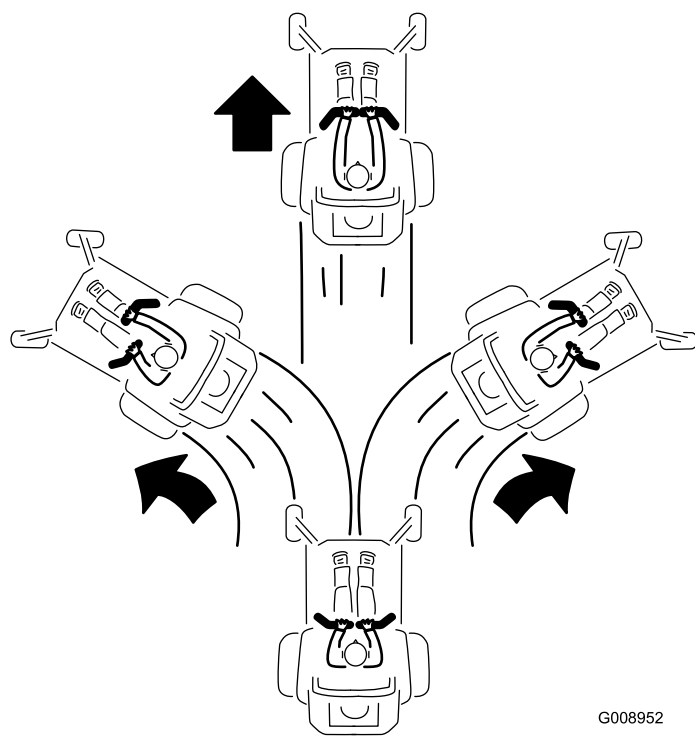

Figure 20
3. Pour vous déplacer en marche avant, poussez lentement les leviers de commande de déplacement vers l'avant (Figure 20).